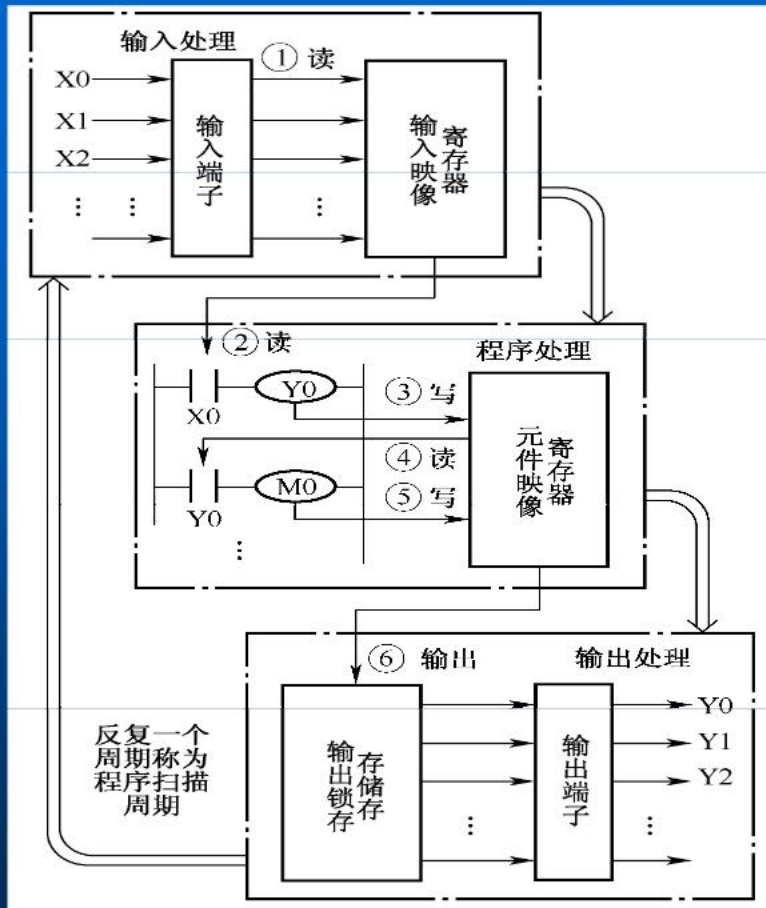

图4-13 PLC
- 图4-13 PLC的扫描工作过程
- PLC的输入处理、程序处理和输出处理的工作方式如图4-13所示。